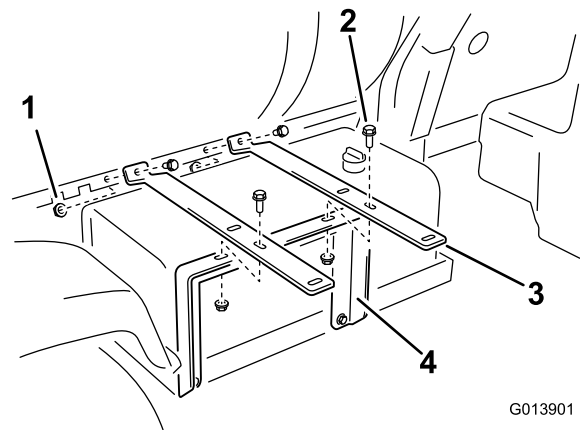

Bild 9
2. Befestigen Sie die Enden der zwei Schlauchwagenriemen mit zwei Bundbolzen (3/8 x 1/ Zoll) und zwei Bundmutter (3/8 Zoll) im Behältersattel (Bild 9).